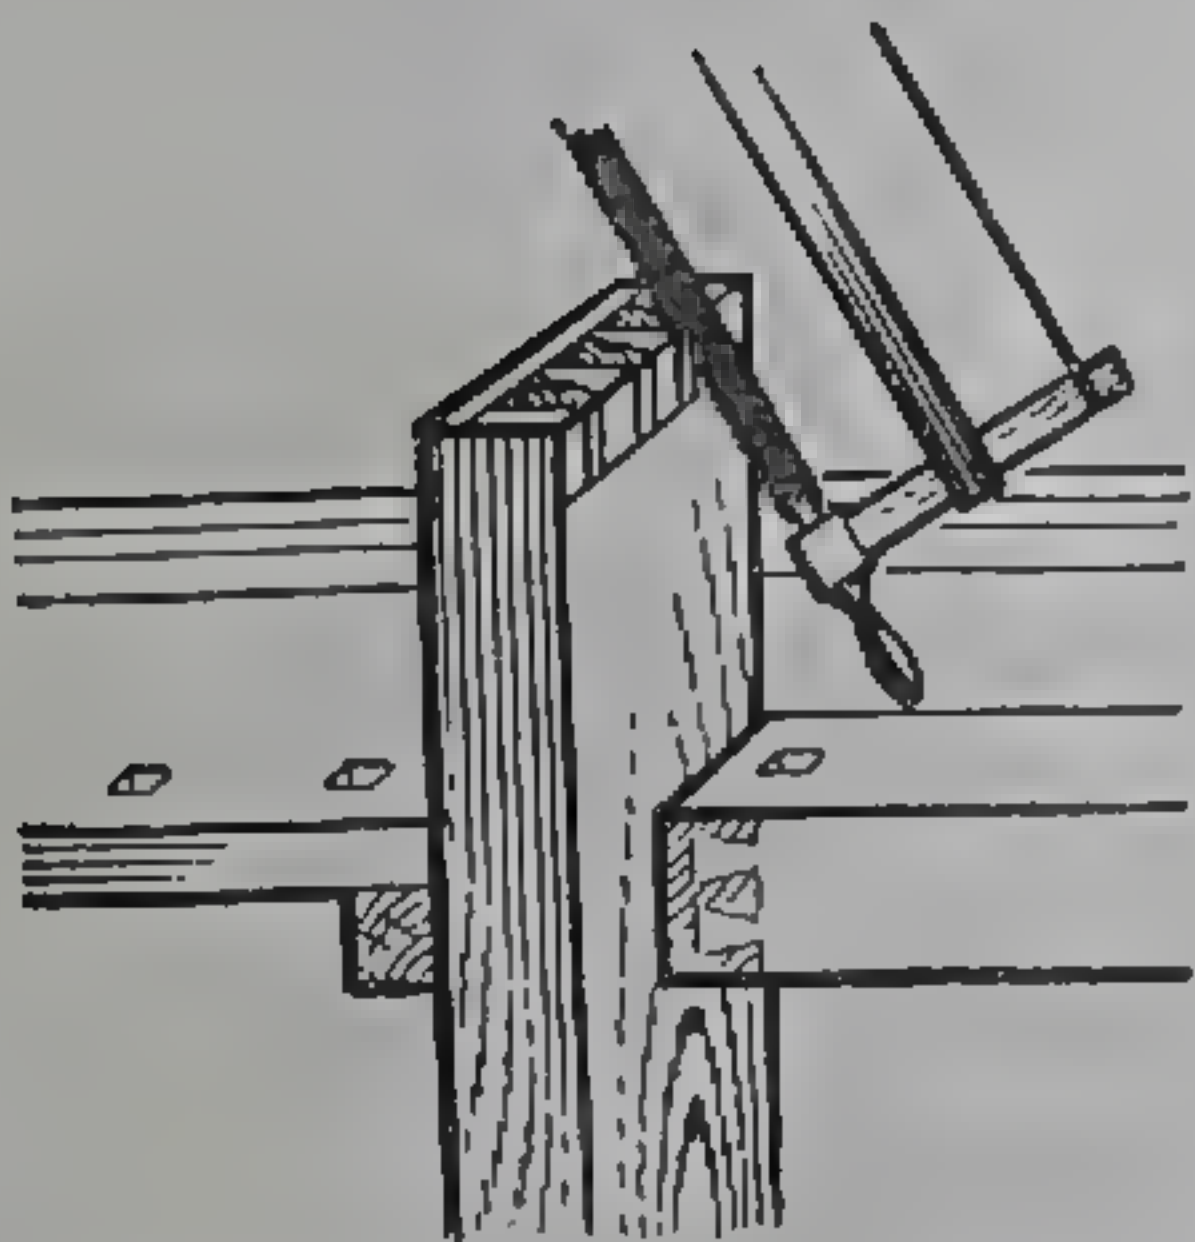

Рис. 41. Запиливание проушин в ящичном соединении на шип «ласточкин хвост» вполупотай.
5. Запилить проушины (рис. 41).